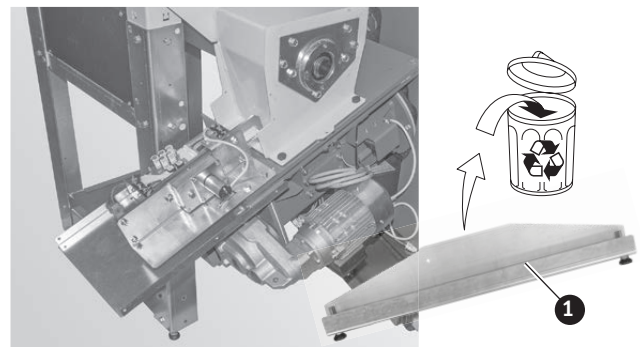

Fig.186 Aufstellhilfe abschrauben und entfernen
- ▶ Aufstellhilfe abschrauben und fachgerecht entsorgen, wird nicht mehr benötigt – Fig. 186.